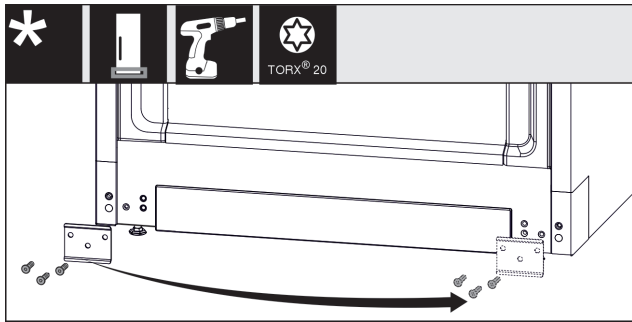

Fig. 14
- Открутите пластину Fig. 14 (1), переставьте на другую сторону и снова прикрутите.